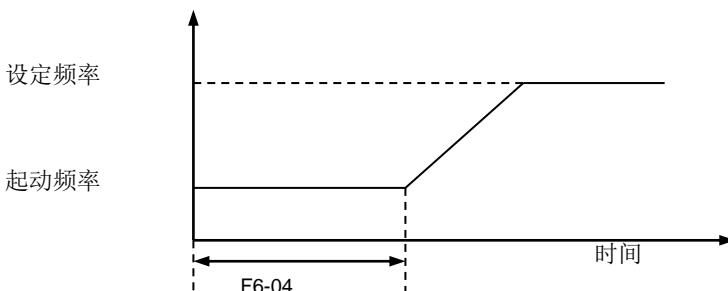

图 6-19 起动频率持续时间
- 起动频率持续时间，开始起动时以起动频率运转的持续时间。如果设定频率比起动频率低，驱动器将不运行，处于待机状态。起动频率持续时间到达后，按设定的加速时间上升到设定频率运行。如图 6-19 所示。